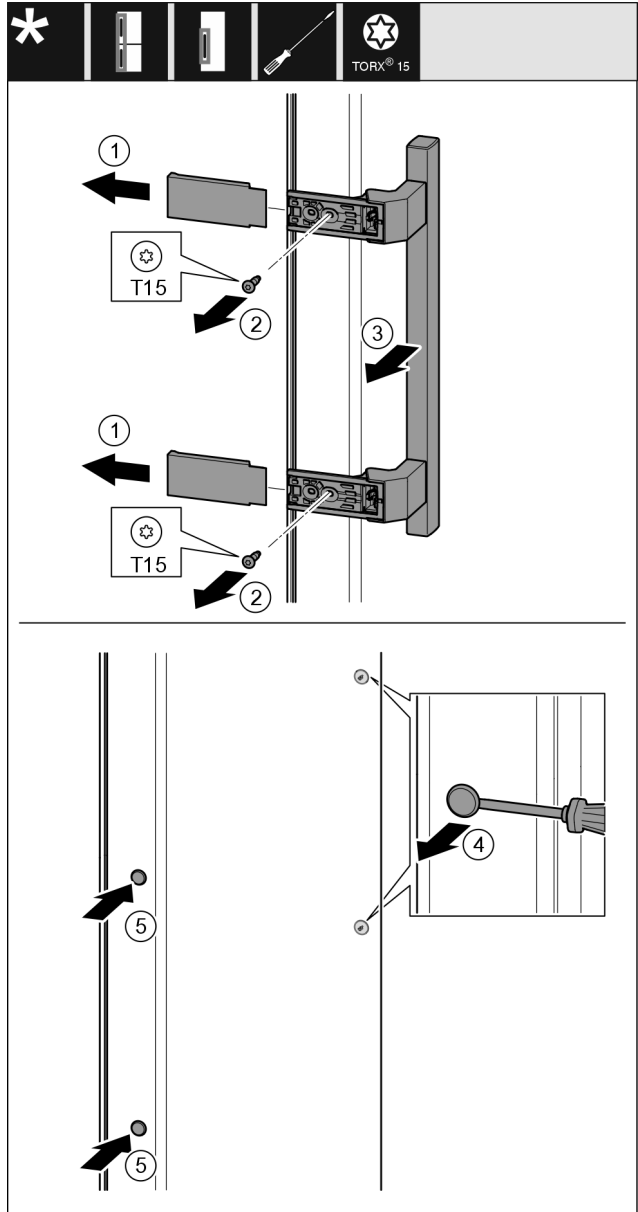

Fig. 21
- Træk afdækningen Fig. 21 (1) af.
- Skru skruerne Fig. 21 (2) ud med en skrueetrækker.
- Tag grebet Fig. 21 (3) af.
- Løft forsigtigt sideproppen Fig. 21 (4) af med en kærveskrueetrækker, og træk den ud.
- Indsæt atter proppen Fig. 21 (5) på den anden side.